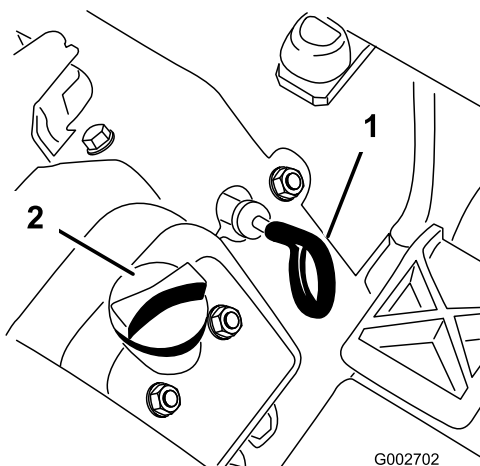

Bild 10
3. Ziehen Sie den Peilstab heraus (Bild 10) und wischen Sie ihn mit einem sauberen Lappen ab. Stecken Sie den Peilstab in das Rohr und stellen Sie sicher, dass er vollständig eingeführt ist. Entfernen Sie den Peilstab und prüfen den Ölstand. Nehmen Sie bei einem niedrigen Ölstand den Fülldeckel von der Ventilabdeckung ab und gießen Sie genug Öl in die Öffnung, bis der Ölstand die Vollmarke am Peilstab erreicht.